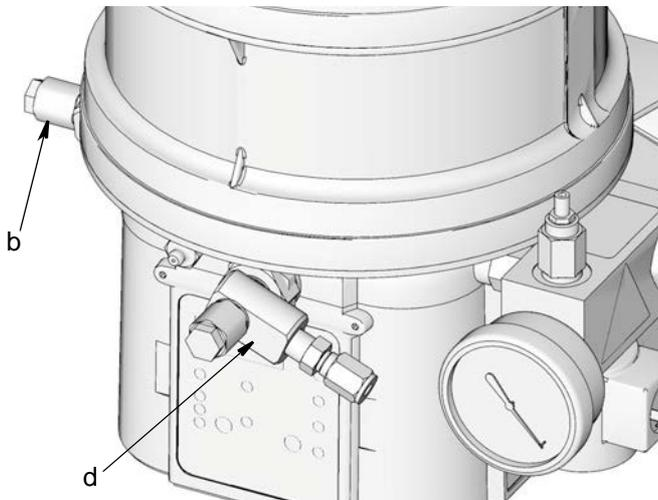

FIG. 15
- Die beiden Ringstückbaugruppen (b und d) wie in installieren in FIG. 15